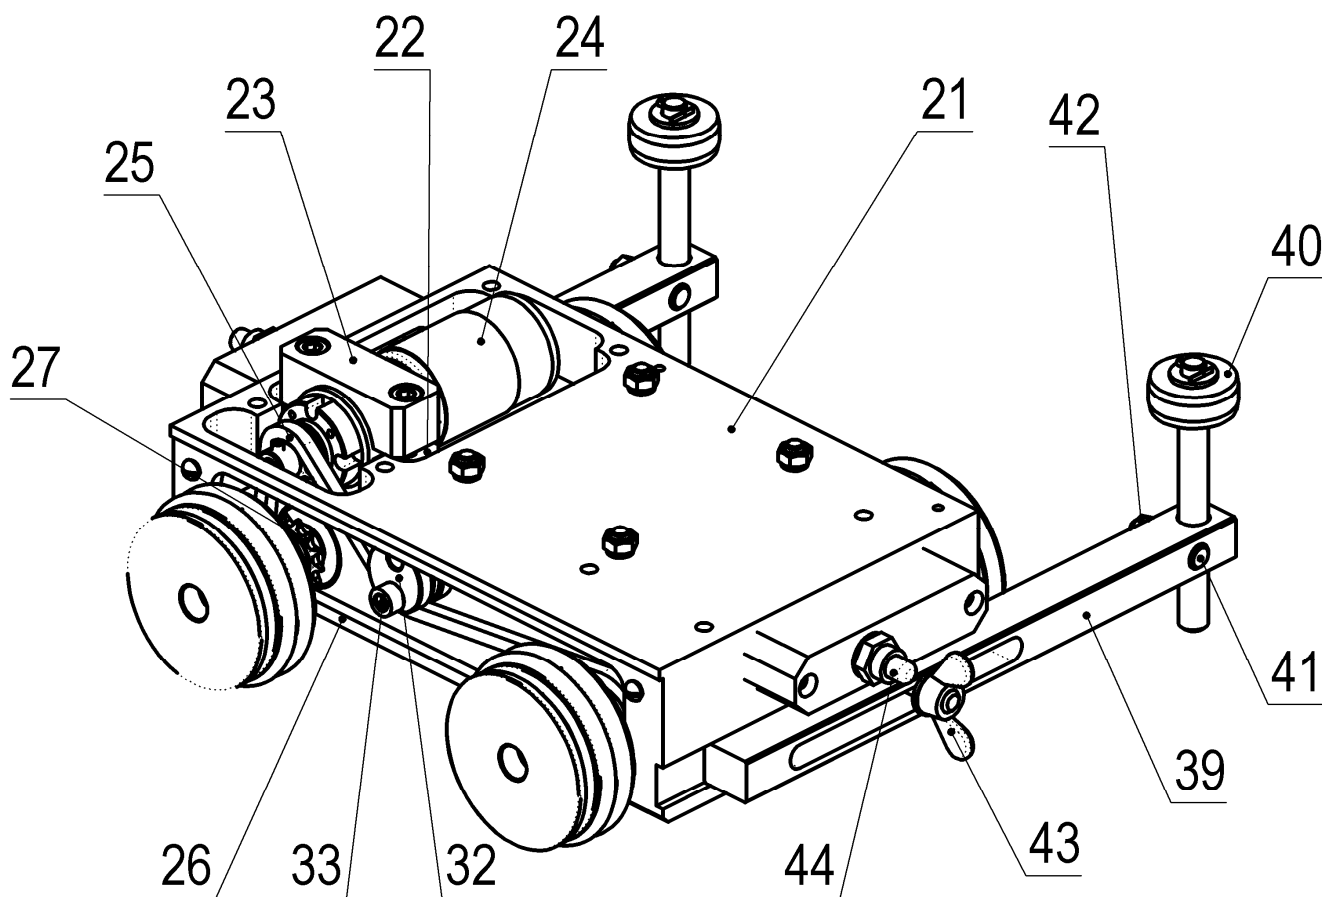

Рис. 2 – Тележка
3.2. Тележка является основой трактора и обеспечивает его перемещение в горизонтальной плоскости по траектории сварного шва. Состоит из корпуса 21 (см. рис. 2, 3), на котором при помощи ложементов 22, 23 закреплен привод – мотор-редуктор 24.
- 4.6. Установите ролики 40 (см. рис.2) в нужном положении (вверх или вниз) на необходимой высоте и зафиксируйте гайками 42.
6.4. Проверяйте люфт колес тележки. При значительном люфте (более 2 мм) проверьте крепление звездочки 25 (см. рис. 2) и натяжение цепи 26. Максимальное провисание цепи должно быть не более 5 мм. Натяжка цепи осуществляется поворотом натяжителя 32 (см. рис. 2).